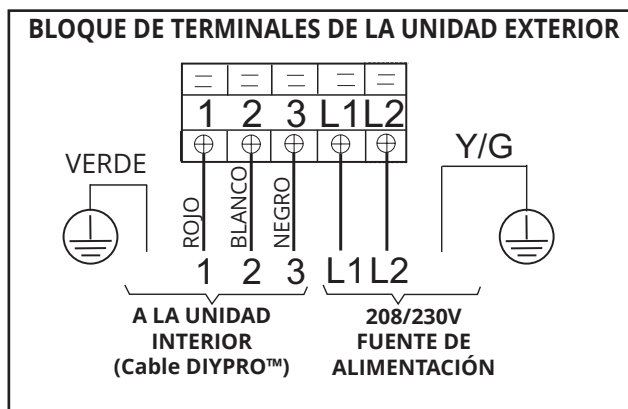

Fig. 8.2
****ANTES DE REALIZAR CUALQUIER TRABAJO ELÉCTRICO, DESCONECTE TODA LA ALIMENTACIÓN DEL SISTEMA.**** Tenga en cuenta que los colores de los cables de esta serie/modelo pueden diferir de los modelos anteriores, otras series y convenciones generales de cableado. Todo el cableado debe realizarse de acuerdo con los diagramas de cableado que se muestran en la Fig. 8.2 y se muestran en las imágenes a continuación.